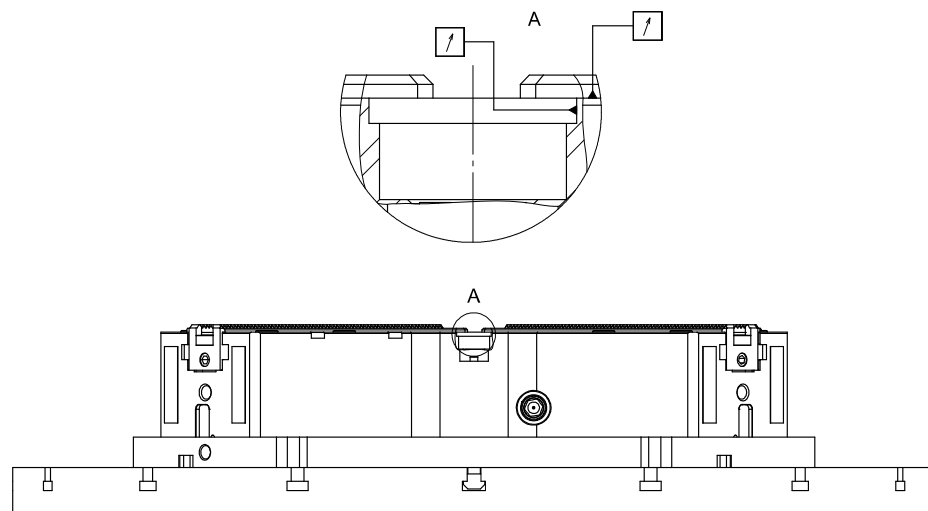

Fig. 3-4 : Contrôler la concentricité et la planéité du mandrin de serrage
Étape 12 Revérifiez la planéité et la concentricité du mandrin de serrage. Un écart de 0,05 mm est admissible. Retirez à cet effet l'insert fileté (3). La mesure s'effectue au niveau de l'alésage d'ajustage au-dessus du filetage et au niveau de la surface plane autour (voir fig. 3-4).
Étape 13 Obturez les trous des vis de fixation extérieures (2) à l'aide des caches (1).